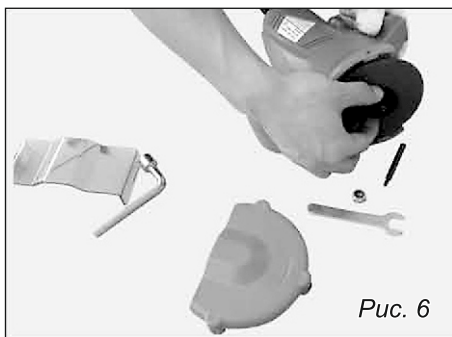

Рис. 6
- Открутите 2 винта экрана защитного, 3 винта кожуха и гайку прижимного фланца (рис. 4, рис. 5, рис. 6).